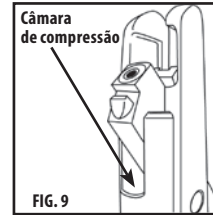

FIG. 9
- A arma de pressão funcionará corretamente por mais tempo se for lubrificada a cada 250 tiros. Aplique uma gota do lubrificante de silicone Crosman na câmara de compressão (Fig. 9) (modelo rmc0il - disponível no site crosman.com).